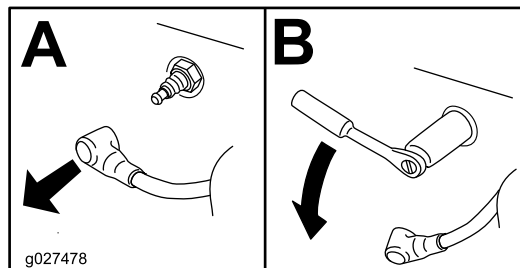

Figura 48
4. Togliete la candela (Figura 48).